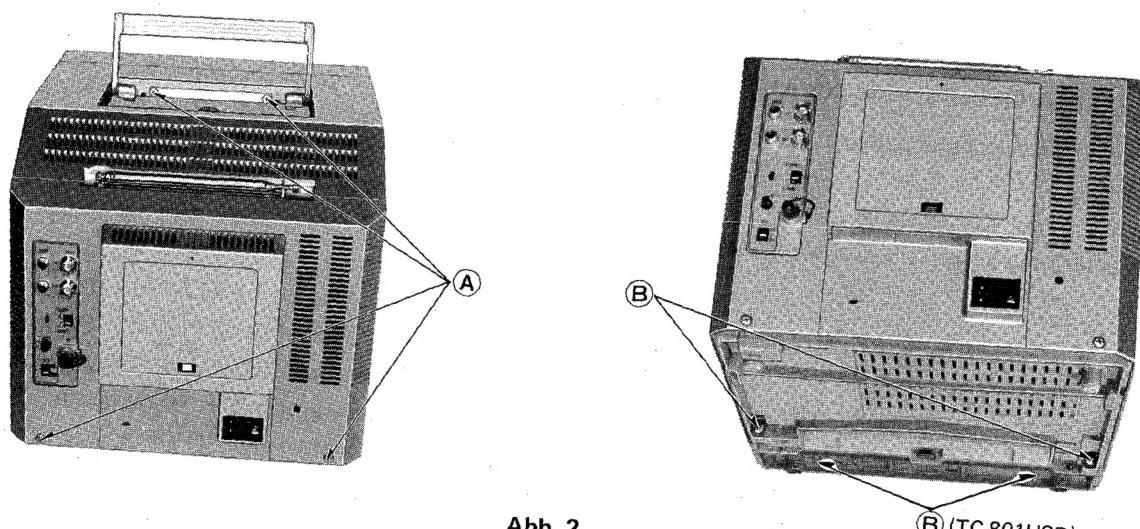

Abb. 2
2. Die 6 Schrauben (A) und (B) in Abb. 2 entfernen.
3. Das gehäuse zum entfernen nach oben abheben, wie in Abb. 2 gezeigt.